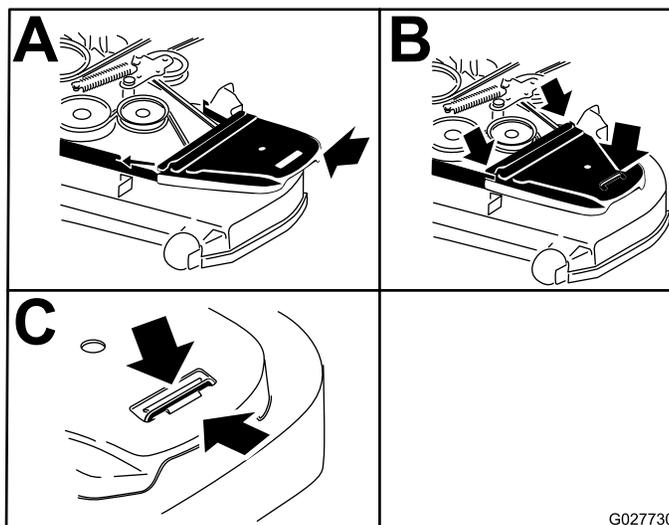

Figure 62
14. Reposez les couvercles de courroies (Figure 62).